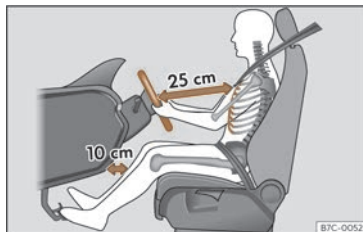

Fig. 14 La distance correcte entre le conducteur et le volant doit être de 25 cm minimum (10 pouces).
- Réglez le volant de sorte qu'il se trouve à une distance d'au moins 25 cm (10 pouces) du sternum >>> **fig. 14** et que vous puissiez le tenir à deux mains sur les côtés, par l'extérieur, les bras légèrement fléchis.